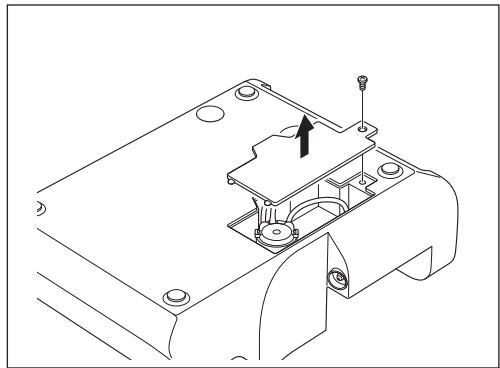

図52
- 2) コントロールユニットを裏返し、底面の注水ポンプカバーを留めているねじをプラスドライバーで取り外し、注水ポンプカバーを取り外します（図52）。